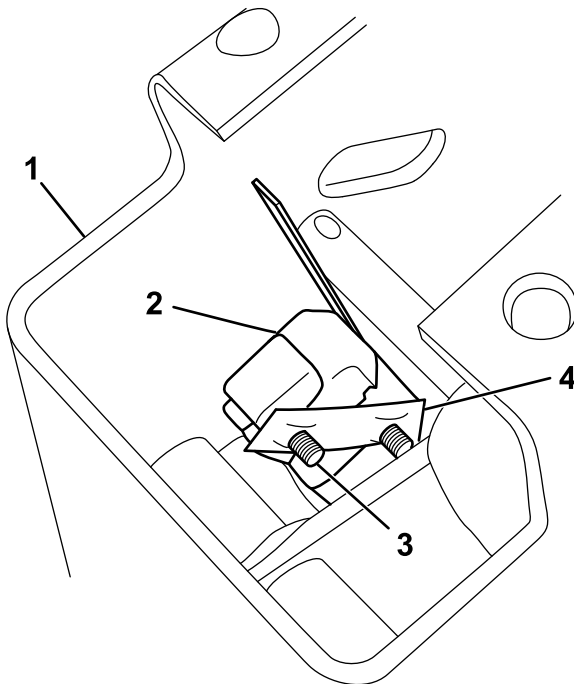

Figure 2
4. Assemblez le contacteur sur le côté droit de l'ensemble levier sélecteur au moyen de 2 vis (n° 4 x ¾") et de l'écrou rapide (Figure 2).